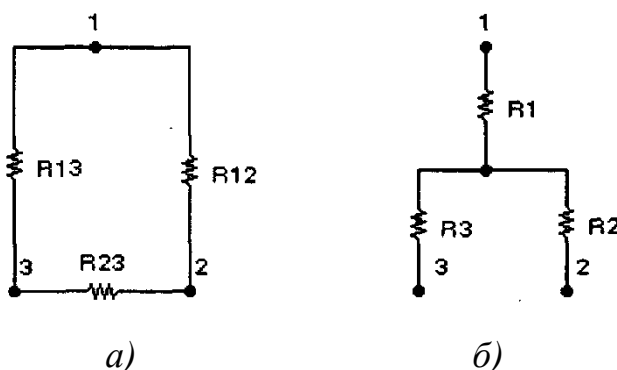

Рис. 5. Включение сопротивлений треугольником (а) и звездой (б)
3. Преобразование треугольника сопротивлений (рис. 5, а) в эквивалентную звезду сопротивлений (рис. 5, б) и наоборот. Формулы преобразований имеют следующий вид:
6. Какие законы используются при расчете токов ветвей методом наложения? Выполните расчет токов в ветвях схемы на рис. 5. методом наложения при $E_1=48$ В и $E_2=45$ В. Сравните полученные данные с результатами моделирования.